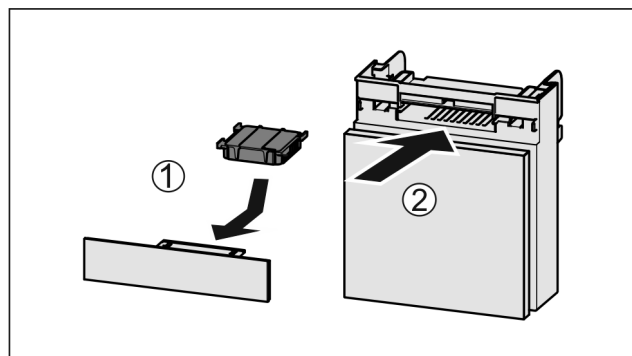

Fig. 169
- Filtr s aktivním uhlím vložte podle vyobrazení Fig. 169 (1).
- Zásuvku zasuněte Fig. 169 (2).